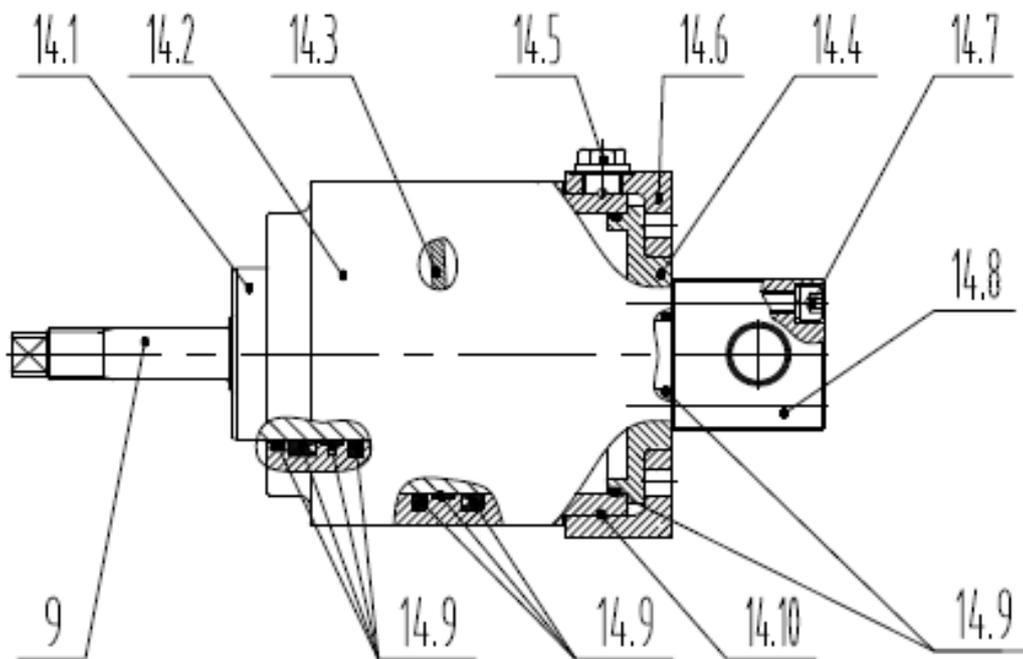

图 2.4-18 制动器油缸密封件及碟簧
(1) 更换油缸（参见图2.4-18）
- 2、逆时针旋转力矩调整螺杆（件 9），并取下（参见图 2.4-18）；
- 3、逆时针旋转螺堵（件 14.5），直至将其取下（参见图 2.4-18）；
- 4、逆时针旋转支座连接螺栓组（件 14.7）直至取出，拆下支座（件 14.8）并取出里面的密封件（件 14.9）（参见图 2.4-18）；